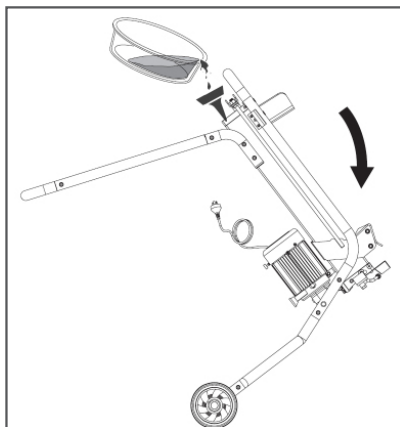

Рис. 12 Замена масла в гидравлической системе
5. Наклоните дровокол в сторону электродвигателя и залейте свежее масло (Рис. 12).